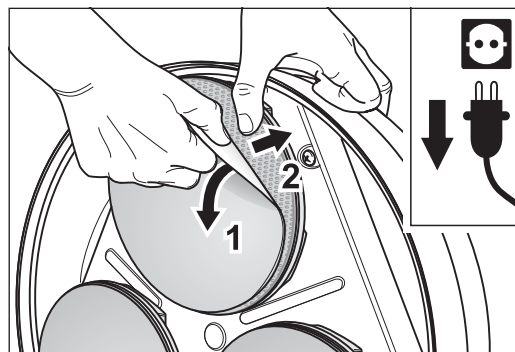

Abb. 7 Die Klettschleifscheibe abziehen (1) und gleichzeitig den flexiblen Kletthaftring am Schleifteller festhalten (2).
- 1 Ziehen Sie an einem Schleifteller mit der einen Hand die Klettschleifscheibe ab (Abb. 7, 1) und halten Sie gleichzeitig mit der anderen Hand den flexiblen Kletthaftring am Schleifteller fest (Abb. 7, 2).